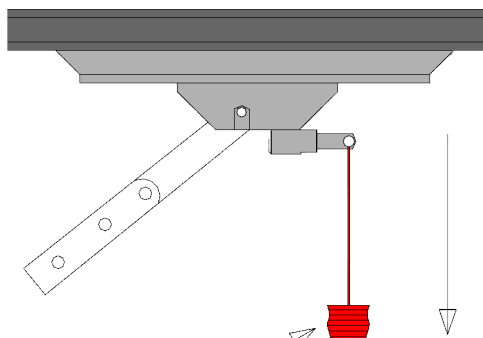

rys.7
6. Połączyć ramię transmisyjne z wózkiem szyny i wspornikiem ramienia (rys.7).